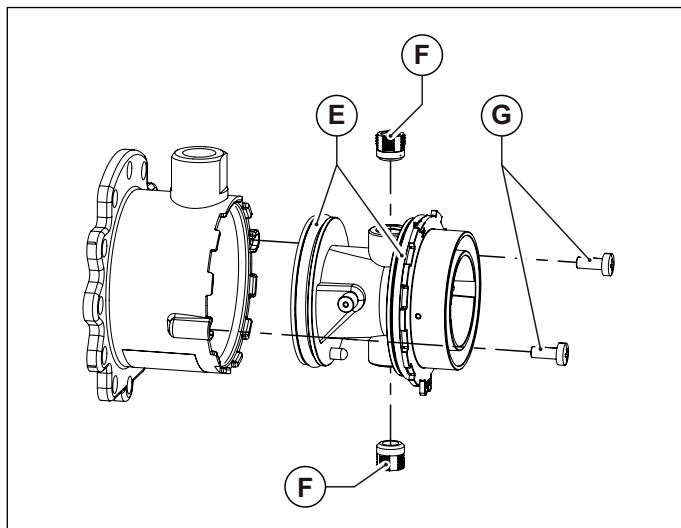
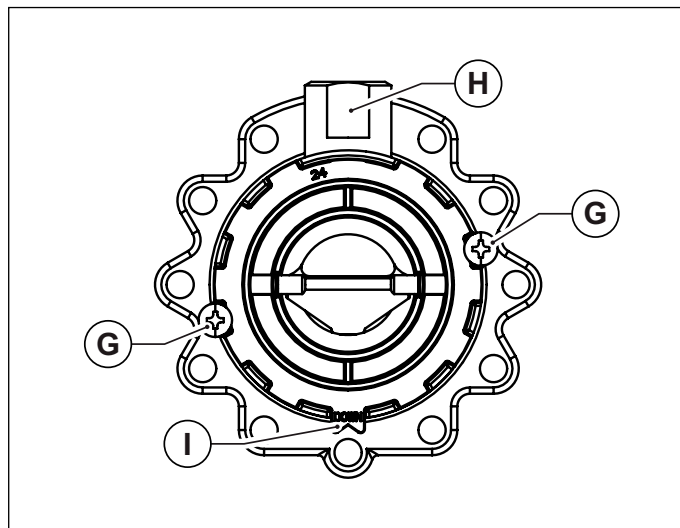

Fig. 33 Corpul din plastic al amestecătorului
Fig. 34 Orientare pentru montaj
- Desfaceți corpul din plastic al amestecătorului, deșurubând cele două șuruburi de fixare (vezi Fig. 33 Corpul din plastic al amestecătorului).
- Desfaceți cele două duze ale amestecătorului utilizând o cheie cu imbus de 6 mm (vezi Fig. 33 Corpul din plastic al amestecătorului).
- Montați din nou corpul din plastic (Venturi) introducându-l în amestecător și înșurubând șuruburile de fixare, având grijă să nu deteriorați garniturile inelare montate la extremitățile corpului din plastic (vezi Fig. 33 Corpul din plastic al amestecătorului) și să respectați orientarea montajului (vezi Fig. 34 Orientare pentru montaj).
- Montați amestecătorul reasamblat la ventilator cu șuruburile cu imbus, având grijă să re poziționați între amestecător și ventilator, garnitura inelară de etanșare (vezi Fig. 33 Corpul din plastic al amestecătorului).